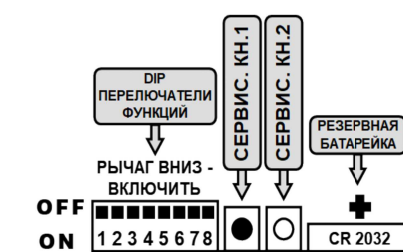

Рис. 3.1
- Нажать и удерживать **СЕРВИСНУЮ КНОПКУ_1** более 7 секунд (рис. 3.1).
на открытой лицевой панели блока управления нажать и удерживать СЕРВИСНУЮ КНОПКУ_2 (см. рис. 3.1) около 3 секунд до звукового сигнала с одновременным **загоранием индикатора синим цветом внутри блока управления*** — включение режима инициализации Bluetooth модуля. Далее, **сразу** необходимо перейти к следующему пункту, в противном случае после затухания синего индикатора будет отменен процесс добавления замка и потребуются повторить данную процедуру.